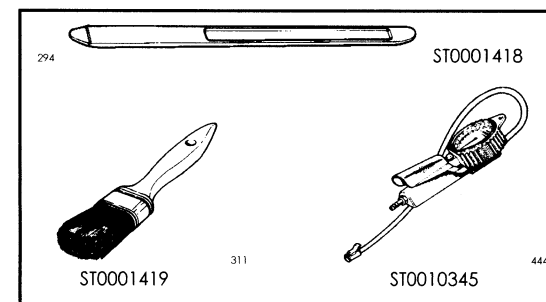

Рис. 3
1.7 СТАНДАРТНОЕ ДОПОЛНИТЕЛЬНОЕ ОБОРУДОВАНИЕ (рис. 3)